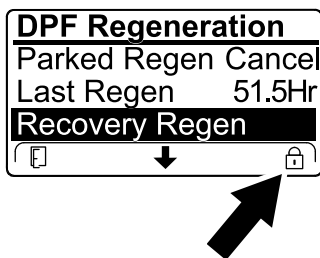

Figura 49
- Si la computadora del motor no ha sido solicitado una regeneración de recuperación y usted se desplaza a la opción RECUPERACIÓN DE RECUPERACIÓN, la regeneración de recuperación se bloquea y el icono de bloqueo (Figura 49) aparece en la esquina inferior derecha del InfoCenter.